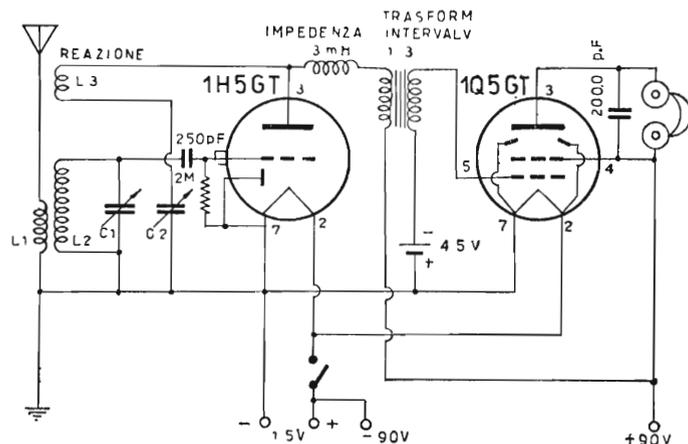

Fig. 13.15. - Schema di apparecchio da realizzare in valigetta.
**Apparecchio portatile.** — L'apparecchio dello schema precedente, con le due valvole 1H5 GT e 1Q5 GT, può venir realizzato anche in altro modo, secondo lo schema di fig. 13.15. Si tratta di un apparecchio portatile, per cui la ricezione è limitata alla sola gamma onde medie. Nello schema,